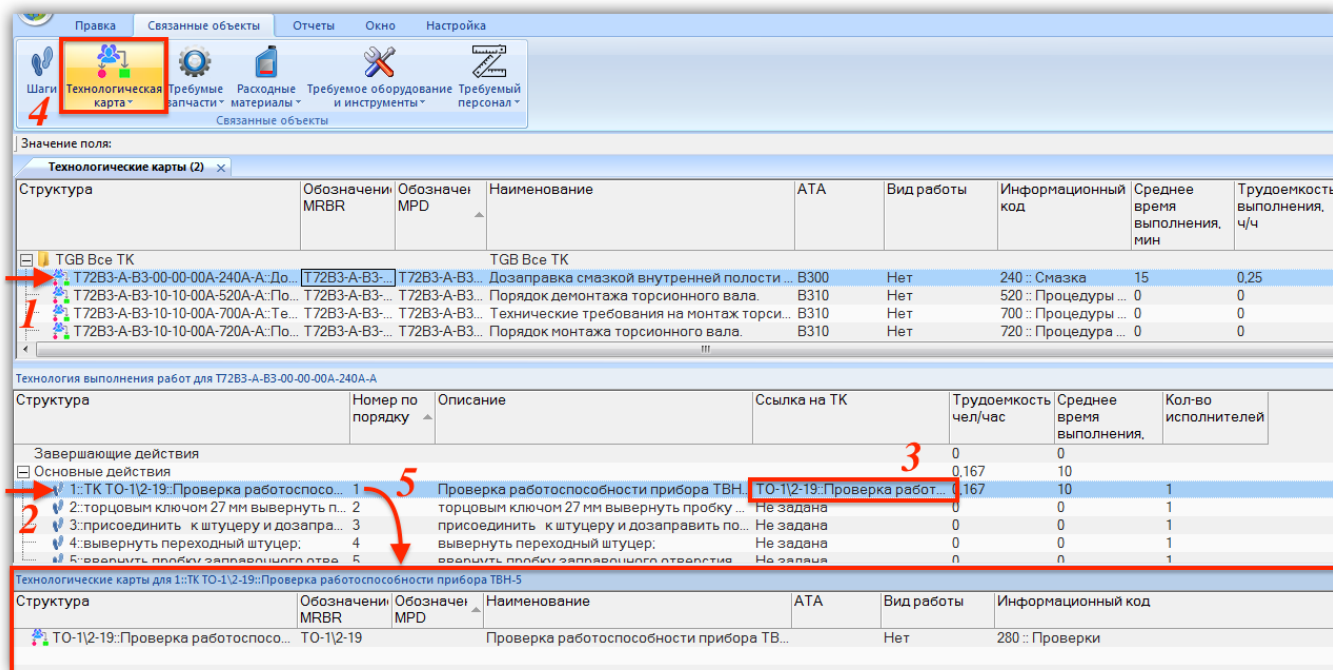

Рис. 17-70 – Техкарта, связанная с шагом технологии
Для отображения техкарты, связанной с шагом технологии, необходимо выделить этот шаг (2 рис. 17-70), нажать кнопку «Технологическая карта» (4) панели «Связанные объекты» и выбрать пункт «Только связанные». Связанная с шагом технологии ТК отображается в окне связанных объектов «Технологические карты» (5) для выбранного шага технологии.